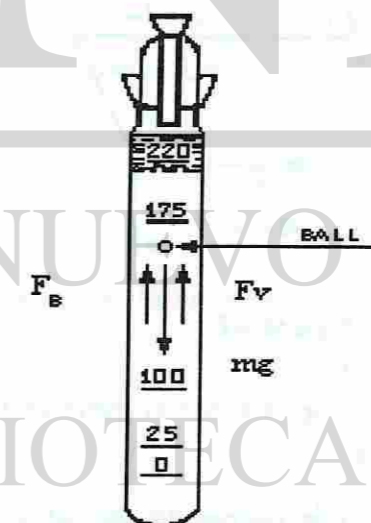

Figura 2.1
a) Llene los tres tubos con los líquidos a probar hasta un nivel justo debajo de la salida del tubo capilar como se muestra en la figura 2.1. Los líquidos a probar son: